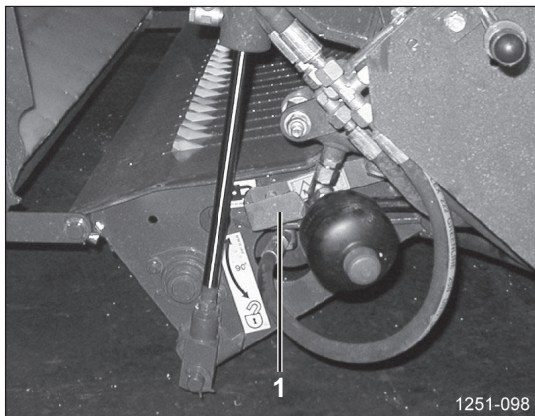

Рисунок 109
- ❑ Разблокируйте ножи: опустите рычаг ножей [1] примерно на 90° до упора вниз (Рисунок 109).